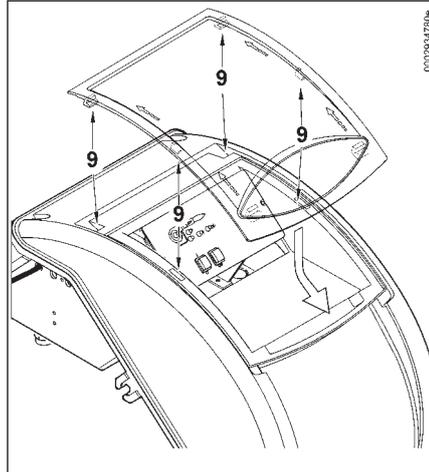

Fig. 5
- 5) 如图5所示，正确放回透明罩：将透明罩的钩子置于钩槽内，沿箭头方向推动透明罩，直到钩子钩住盖板。这样控制箱就密封良好的。